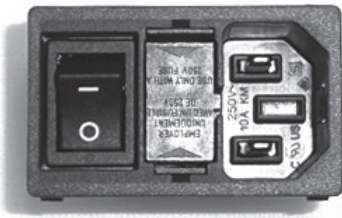

Fig. 1
- Utilizando una herramienta adecuada (Fig. 1), afloje la sujeción del portafusibles (8) entre el interruptor (7) y la toma de corriente (6).